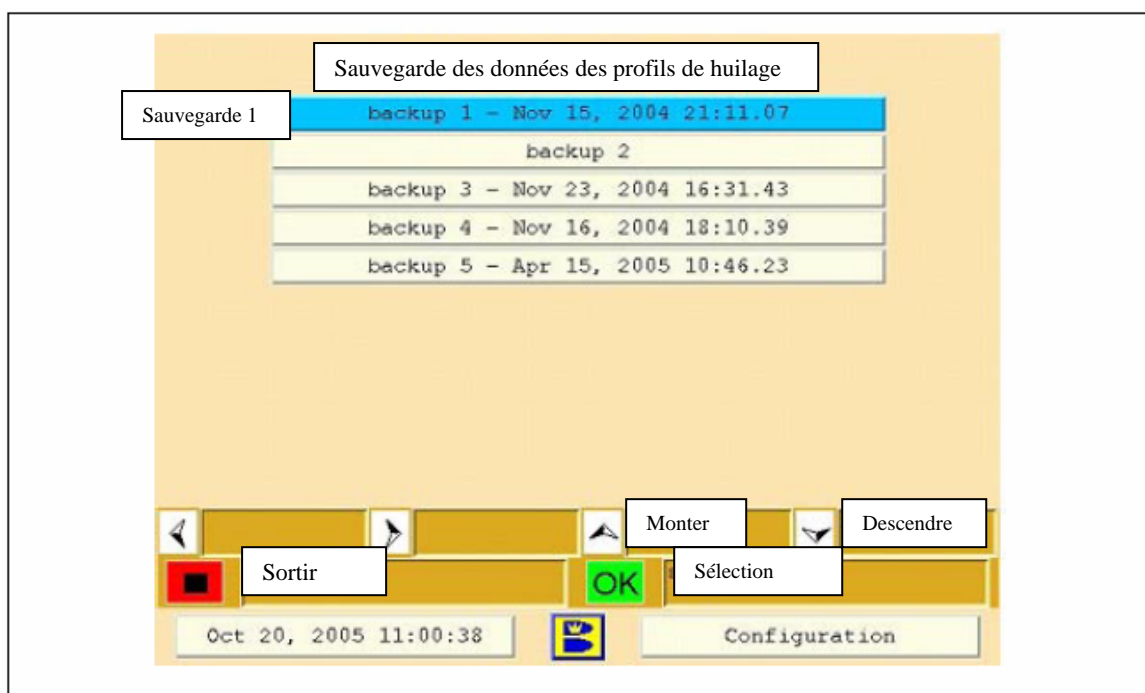

Figure 4-14. Sauvegarde des données des profils de huilage
3. Sélectionnez l'option que vous souhaitez réaliser en navigant avec les flèches Monter/Descendre et appuyez sur "OK", l'écran suivant apparaîtra. Référez-vous à la Figure 4-14.